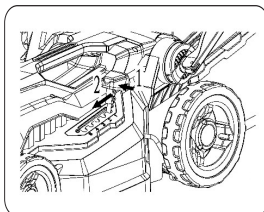

Рис. 14
5. Отрегулируйте высоту срезания (диапазон высоты 20-70 мм; от 1 к 5. Где 1 – минимальная высота скашивания, 5 – максимальная высота скашивания) (Рис. 14):